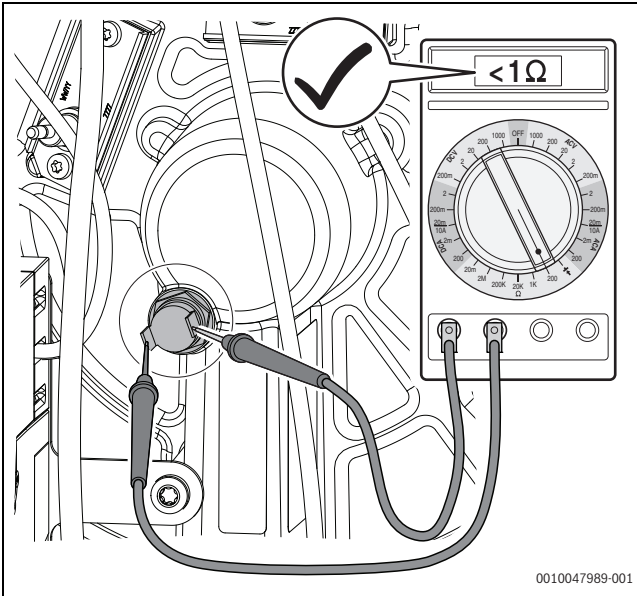

Bild 74 Elektrischen Widerstand an den Kontakten des Temperaturwächters messen (Temperaturwächter in Ordnung)
- ▶ Elektrischen Widerstand an den Kontakten des Temperaturwächters messen (→ Bild 74).